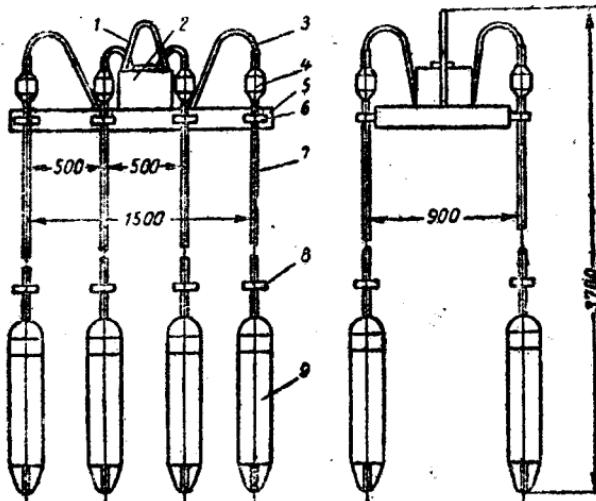

图9 I-101型振动器組
**I-101型高頻率內部振動器組** 这种振动器組是由 8 个 I-86 型高頻率内部振动器 9(图9)組成的，使用的线路电压为 220 伏，频率为 200 赫芝。振动器管形长杆 7 是用夹子 6 固定于金属鉄架 5 上。金属鉄架上装有接綫端子板，板上蓋有罩子 2。接綫端子板的功用是借裝置在振动器长杆上端的可拆开的插头 4(三相电流)使电流通到各振动器內。这种振动器組的拆卸、修理及装配与I-86型振动器相同。